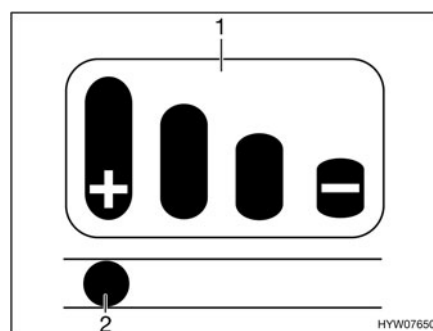

Fig. 177 Indicación del desgaste
En la palanca de acoplamiento se ha instalado una indicación del desgaste (Fig. 177) con un diagrama de barras (Fig. 177,1).
- Cuando el perno (Fig. 177,2) en el agujero oblongo se encuentra en la marca "+", los forros de fricción todavía se encontrarán en estado nuevo.